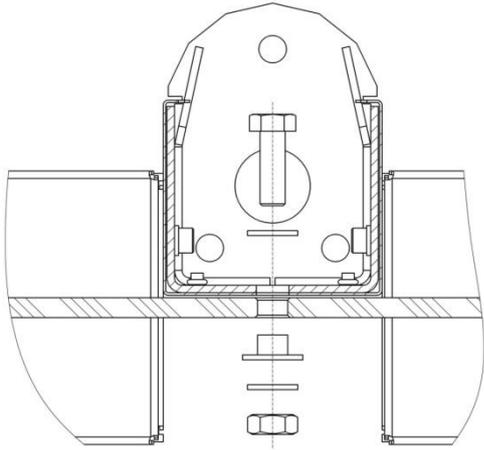

Fig. 26. Fissaggio del vetro di riempimento nel montante centrale del ST-01
7. Smontare i pannelli frontali (8) da ambedue i montanti laterali.
8. Usando le chiavi a tubo e a forchetta S17 svitare e togliere 6 bulloni M10x30 con rondelle, cannotti di plastica e dadi di fissaggio del vetro di riempimento (due – in ciascuna staffa dei montanti laterali e due sul montante centrale) (rif. Fig. 26, 27).